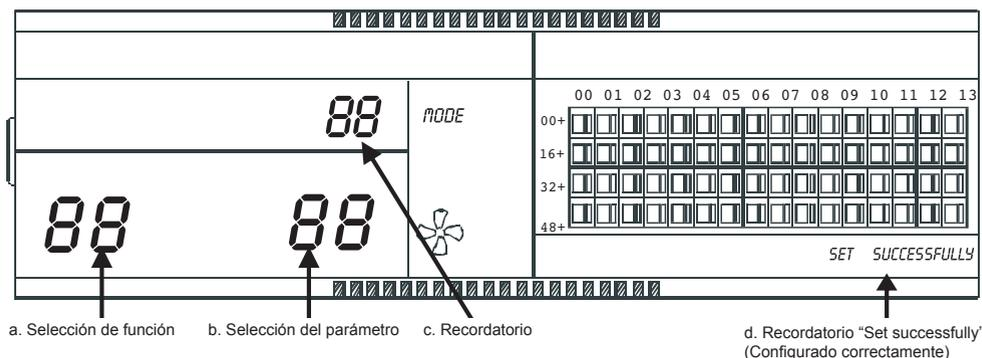

Fig. 2.9 Pantalla de configuración del recordatorio de limpieza del filtro
① Marque el código de dial 3 para elegir "ON", seleccione "Has optional function" (Con función opcional) consultando la Tabla 2.1 y después encienda el mando centralizado. Al cabo de 1 minuto, pulse la tecla "QUERY" y mantenga pulsada la tecla "FAN" para entrar en la configuración de la función opcional. Los dos ochos que representan la selección de la función (Fig. 2.9 a) parpadearán a una frecuencia de 1 Hz (indicación predeterminada 00) y mostrarán el código de la función opcional (véase la Tabla 2.2). Pulse las teclas "INC" y "DEC" para seleccionar la función y, a continuación, pulse la tecla "OK" para entrar en la selección de parámetros.
② Tras seleccionar el parámetro, los dos ochos que representan la selección de la función se encenderán y los dos ochos que representan la selección del parámetro (Fig. 2.9 b) parpadearán a una frecuencia de 1 Hz con el código del parámetro opcional. Seleccione el parámetro pulsando las teclas "INC" y "DEC".
③ Pulse "OK" para confirmar la selección del parámetro (consulte el tiempo correspondiente a los códigos de parámetros en la Tabla 2.3).
④ Cuando la configuración es correcta, los dos ochos que representan la selección de la función se encienden y la pantalla muestra el mensaje "Setting successfully" (Configurado correctamente) (Fig. 2.9 d). Una vez transcurridos 3 segundos, el sistema saldrá automáticamente de la configuración de funciones opcionales. La pantalla volverá a su modo normal.